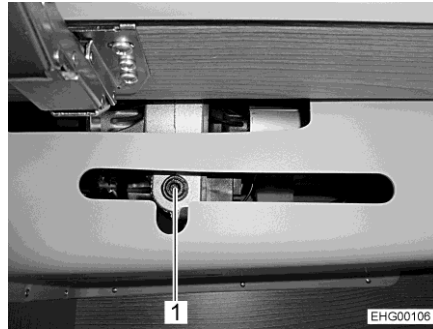
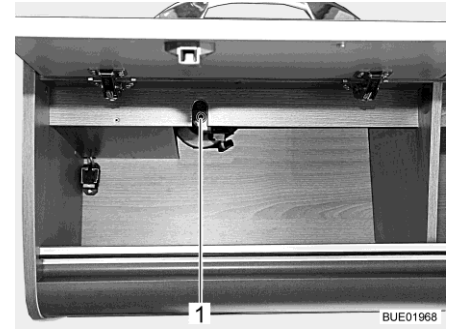
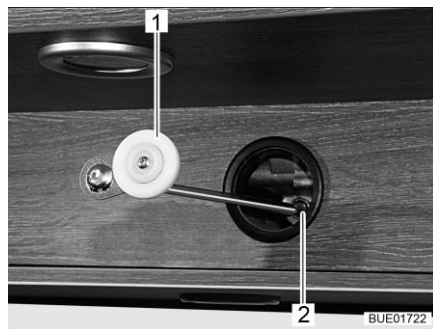

Bild 142 Zugang zum Antrieb (Ixeo T)
Bild 143 Zugang zum Antrieb (Lyseo T)
Bild 144 Mechanische Bedienung, Antrieb
- Wenn die Aufnahme (Bild 142,1 oder Bild 143,1) für den Antrieb in den Hängeschrank eingebaut ist: Hängeschrank öffnen.
- Beiliegende Kurbel (Bild 144,1) oder Innensechskantschlüssel in die Aufnahme am Motor (Bild 142,2 oder Bild 143,1 und Bild 144,1) stecken.